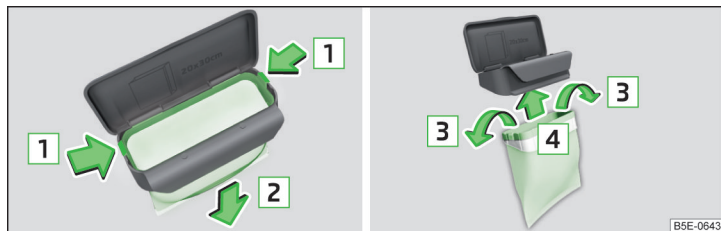

Fig. 118 Înlocuirea pungii
- ▶ Comprimați ambele elemente de fixare de pe cadru în sensul săgeții **1** » fig. 118.